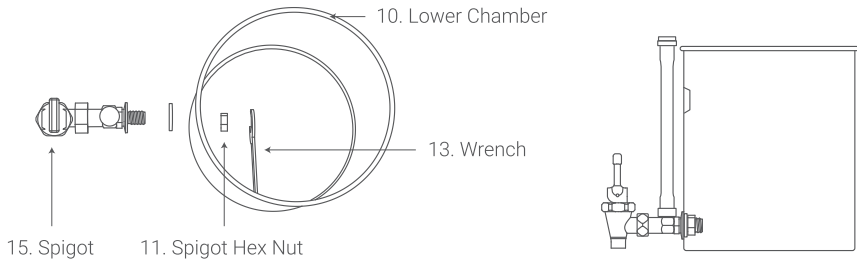

Figure 2
Insert a Spigot (15) into the hole on one side of the Lower Chamber (10), and tighten a Spigot Hex Nut (11) with an attached Wrench (13). (Figure 2)
MontageInstalleer een spie (15) in het gat aan één kant van de onderste kamer (10) en draai de zeskantmoer van de spie (11) vast met een bijgeleverde sleutel (13). (Afbeelding 2)
MontageSetzen Sie einen Zapfen (15) in das Loch auf einer Seite der unteren Kammer (10) ein und ziehen Sie die Sechskantmutter (11) mit dem beigefügten Schraubenschlüssel (13) fest. (Abbildung 2)